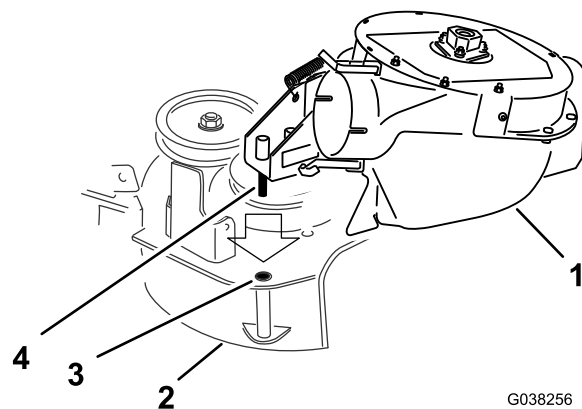

Figure 35
2. Desserrez ou retirez la goupille de guidage (Figure 35).
5. Abaissez le ventilateur et enfoncez l'axe de pivot dans le trou de pivot (Figure 35).